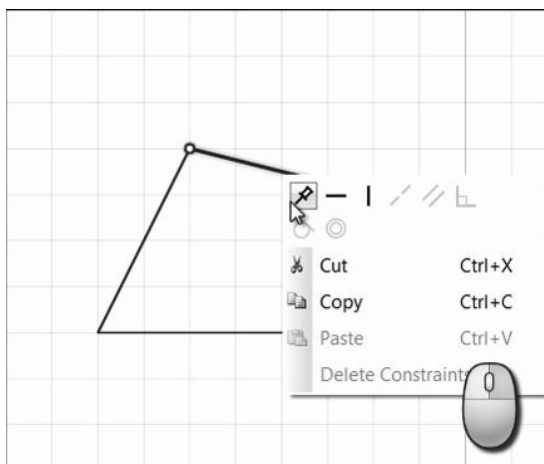
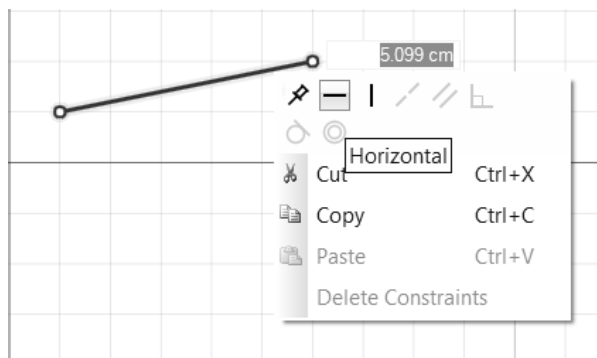

图 4-62
图 4-63
① 右击所需的点、线或曲线，打开右键菜单，如图 4-62 所示。
② 选择固定图标。
① 右击线段打开右键菜单，如图 4-63 所示。